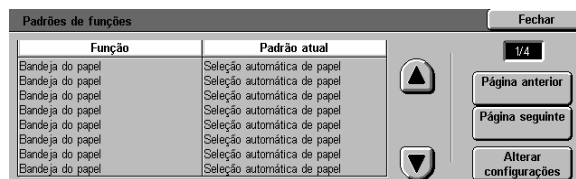

Figura 14: tela Padrões de funções
- 1 Na tela Recursos, toque no ícone **Padrões de funções** para exibir a tela Padrões de funções, conforme ilustrado na Figura 14.